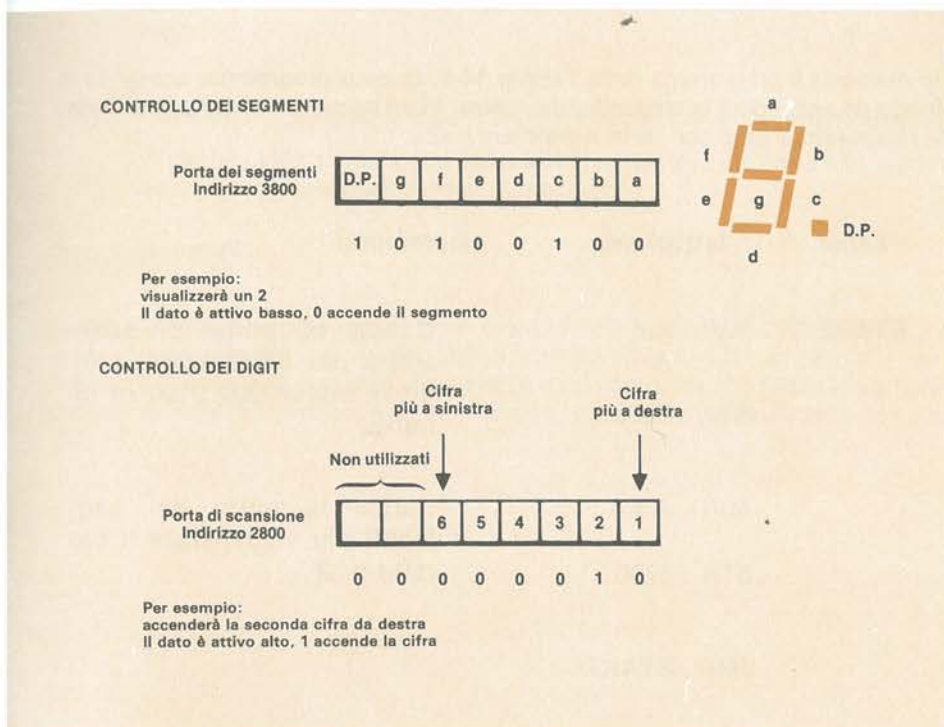

Figura 14-4. Controllo del display del  $\mu$ Lab
Come mostrato in Figura 14-4, il display viene controllato da due porte: una per la scansione delle cifre ed una per la scansione dei segmenti. Ogni bit della porta di scansione controlla una cifra, mentre ogni bit della porta dei segmenti controlla un segmento. Il formato dei dati relativo a queste porte è riportato in Figura 14-4. Per visualizzare un messaggio, occorre in primo luogo convertire i caratteri in codice sette-segmenti. Una dopo l'altra vengono quindi illuminate le cifre, secondo la sequenza definita attraverso la porta di scansione, con i segmenti opportunamente accesi, in modo tale da visualizzare il carattere desiderato.
- E) Fermate il programma e cambiate in 9B il dato inviato alla porta dei segmenti. Cercate di indovinare, con l'aiuto della Figura 14-4, quale sarà il nuovo carattere visualizzato.
- G) Premete . Scegliete e codificate un nuovo carattere (riferendovi alla Figura 14-4) e cambiate il programma in modo da generarlo effettivamente. Fate partire il programma e controllate che venga visualizzato il carattere che avete scelto.
- E) Fermate il programma e cambiate il messaggio. Dovete modificare i dati relativi ai segmenti di ciascuna cifra (memorizzati nelle locazioni 0801, 0807, 080D, 0813, 0819, e 081F). La Figura 14-4 è utile per determinare il codice a sette-segmenti del carattere desiderato.